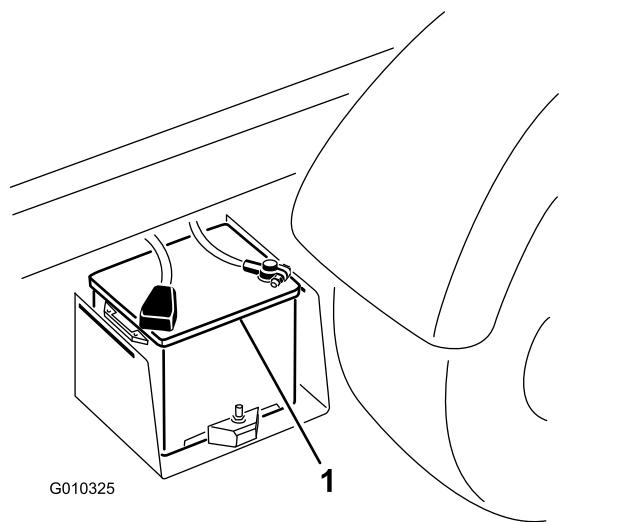

Figura 41
2. Conecte un cable de batería entre los bornes positivos de las dos baterías (Figura 41).